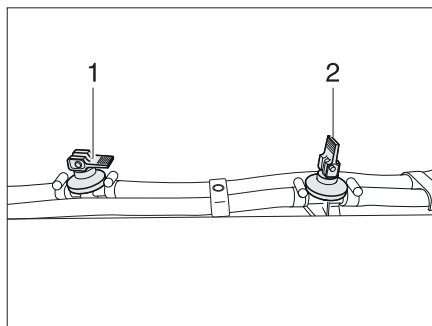

Bild 346 Avtappningskran
- Stäng alla avtappningskranar. Ställ vipparmen (Bild 346,1) i vågrätt läge.